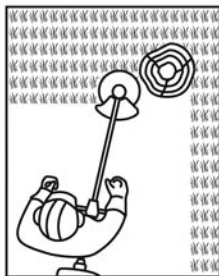

Fig. 29
- > Faites particulièrement attention lorsque vous travaillez à proximité de buissons ou d'arbres : la lame peut endommager les écorces tendres ainsi que les poteaux des barrières (Fig. 29).